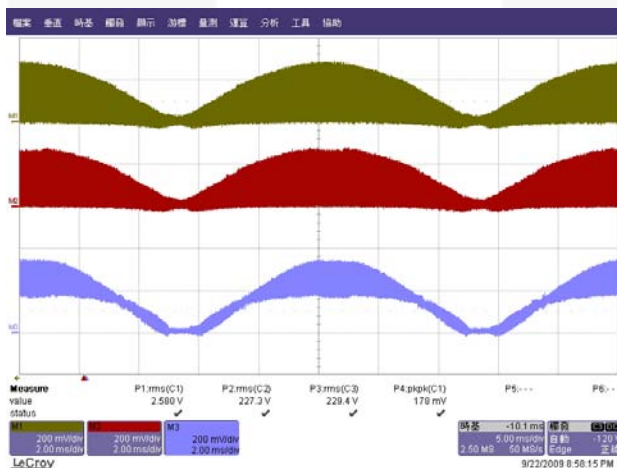
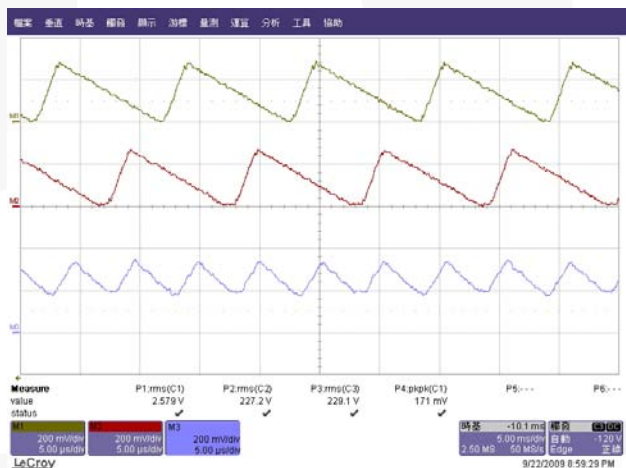

图 13. 230VAC / 50Hz (满载)
图 14. 230VAC / 50Hz (满载)
5. 图 13和图 14分别显示线路电压为230VAC时以及满载条件下两个电感的电流及两者之和。这两个电感的电流相加后，纹波电流相对较小，这是因为交错工作时纹波相消。